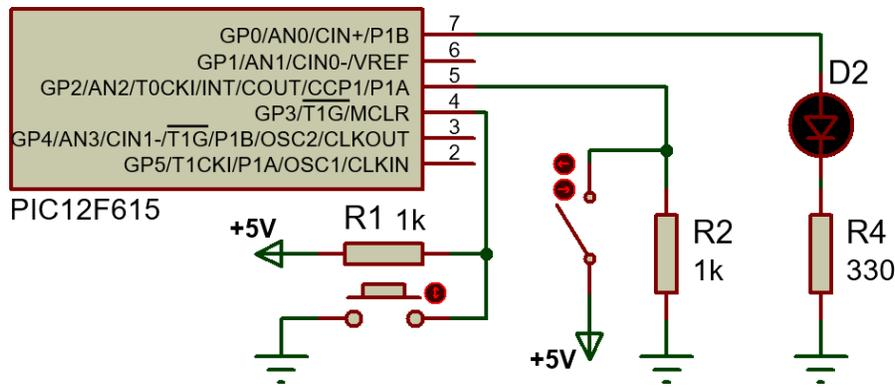

Figura 1.5. Modificación del circuito para uso de pines de puerto.
- Modifique el circuito anterior, para obtener el que se muestra en la figura 1.5.